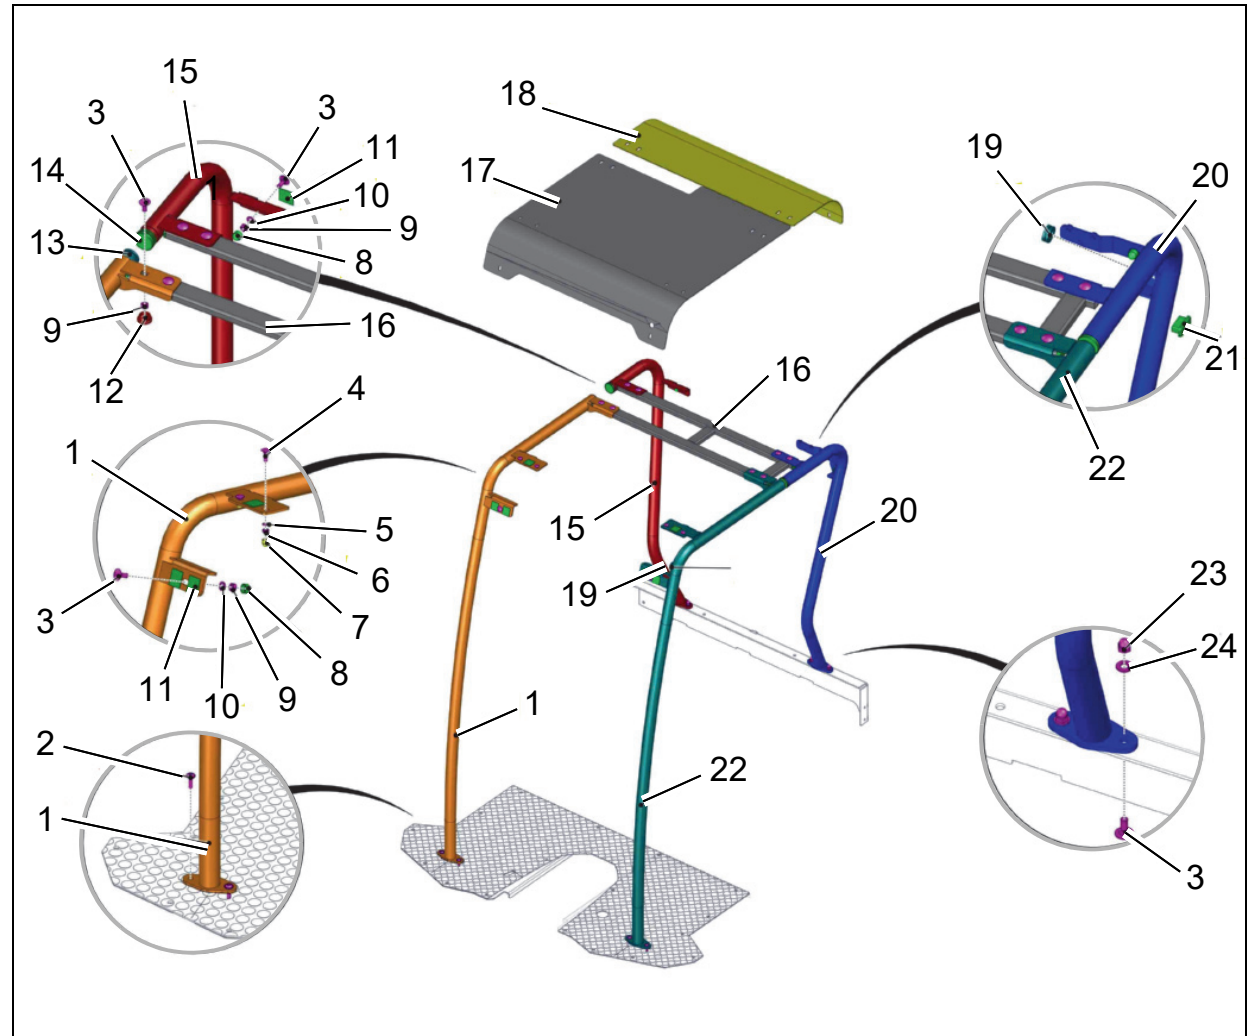
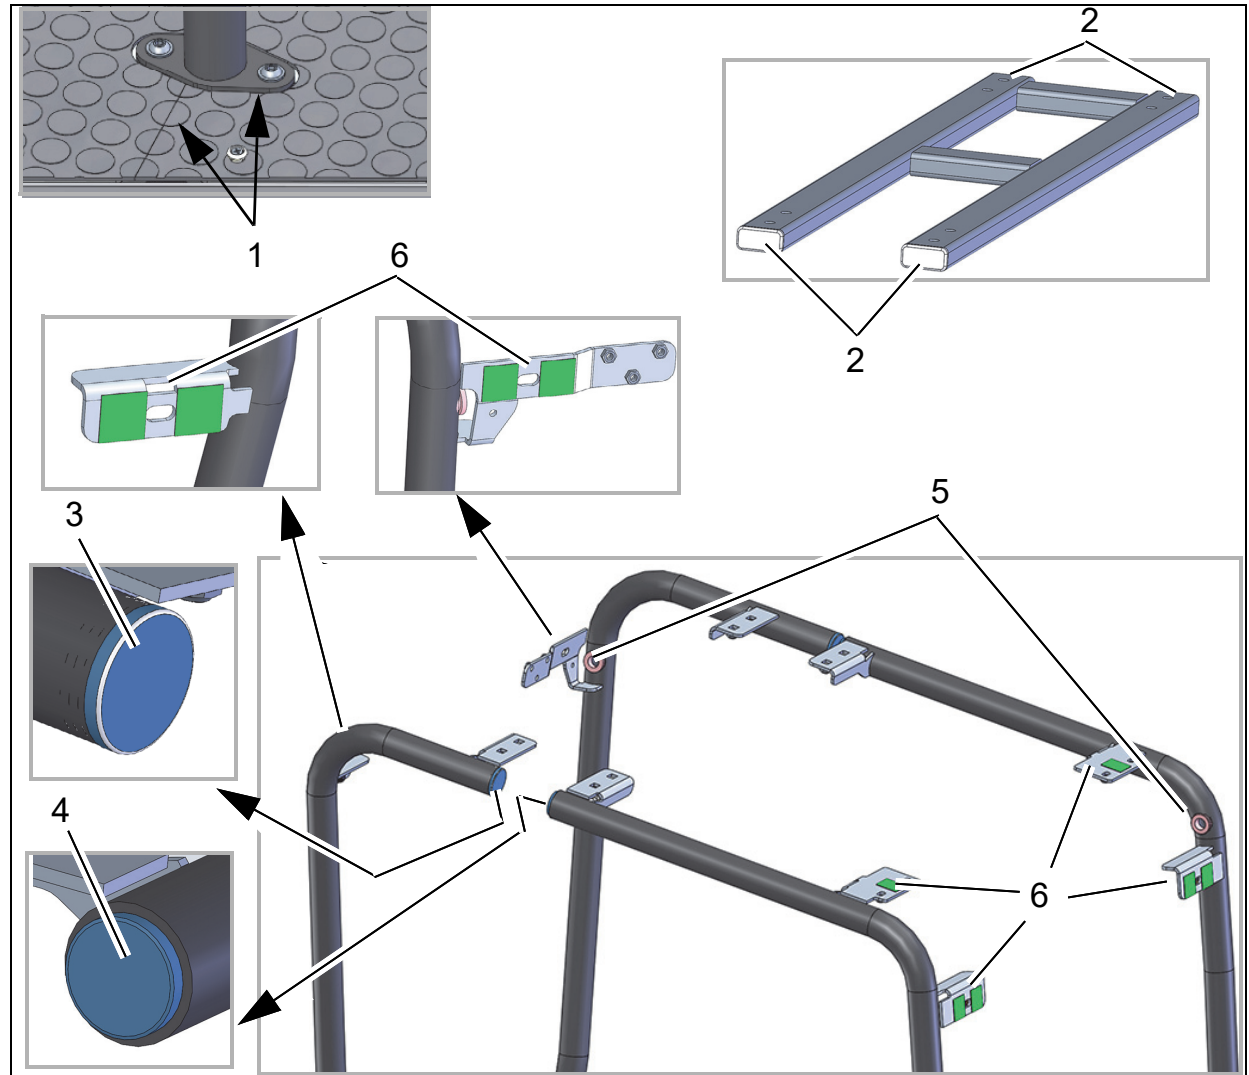

Abb. 1
Abb. 2
1. Bodenmatte (Abb. 2/1) beidseitig an der Perforation auftrennen. Fläche für die vorderen Holme entfernen.
2. Die vier Verschlussstopfen (Abb. 1/21) in die offenen Enden des Rahmens einsetzen (Abb. 2/2).
3. Die zwei Verschlussstopfen (Abb. 1/14) in die offenen Enden der beiden hinteren Holme einsetzen (Abb. 2/3).
4. Die zwei Verschlussstopfen (Abb. 1/13) in die offenen Enden der beiden vorderen Holme einsetzen (Abb. 2/4).
5. Kabelmuffen montieren (Abb. 2/5).
Die 10 Dichtstreifen (grün dargestellt) laut Abbildung 2/6 auf die Flächen kleben.
2. Die beiden hinteren Holme (Abb. 3/2) mit den Flachrundschrauben, Sperrkantscheiben und Hutmuttern (siehe Abb. 1) am L-Profil hinter dem Sitz befestigen.